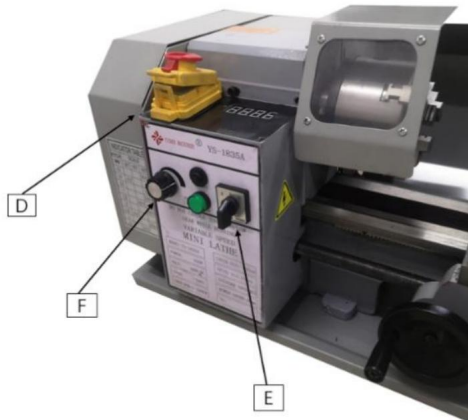

Abb. 9
1. Not-Aus-Taste: 0N/OFF-Schalter (D, Abb. 9)
2. Umschalter (E, Abb. 9)
3. Schalter zur variablen Geschwindigkeitsregelung (F, Abb. 9)